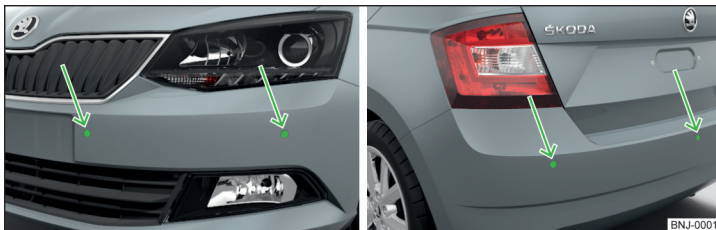

Рис. 127 Місце встановлення датчиків з лівого боку автомобіля: попереду/ззаду
- Тримайте датчики системи **» Рис. 127 на стор. 107** у чистоті, очищуйте їх від снігу та криги, не прикривайте їх сторонніми предметами, інакше робота системи може бути обмеженою.
За допомогою ультразвукових хвиль система розраховує відстань від бампера і до перешкоди. Ультразвукові датчики розташовані в залежності від комплектації автомобіля в задньому або передньому бамперах » Рис. 127.